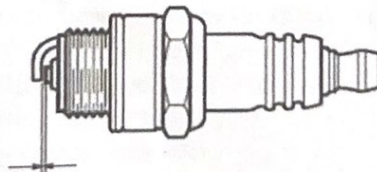

Рис. 26
- Проверьте зазор свечи зажигания. Он должен составлять $0,7 \pm 0,08$ мм (рис. 26).